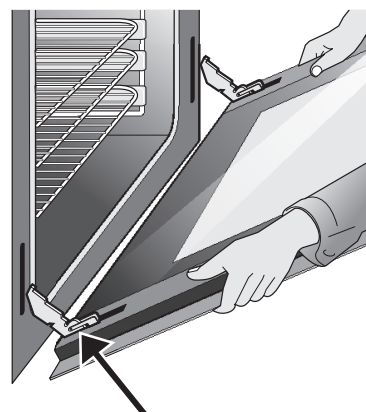

Figure 88: Retirez soigneusement la porte en tenant les deux côtés et en tirant les charnières hors du cadre de la porte
4. Avant de terminer cette étape, soyez prêt à soutenir le poids entier de la porte du four tout en la saisissant par les côtés avec les deux mains. Tenez les côtés de la porte du four par le milieu. Fermez la porte du four à environ 4 po. du cadre de la porte. La porte du four doit se dégager elle-même du cadre. (Figure 88).
2. Positionnez l'angle de la porte par rapport à l'angle de retrait de la porte et, avec précaution, insérez complètement et uniformément les bras de charnières de la porte dans les nervures des charnières de la porte. Libérez-vous prudemment du poids de la porte de manière à ce que le four soutienne la porte. (Figure 88).